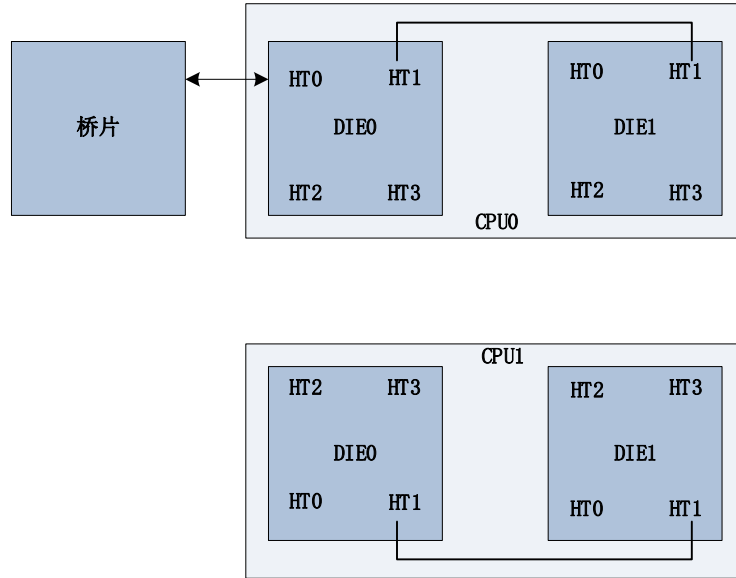

图 1.3 双处理器系统
- (2) 双路服务器, 龙芯 3D5000 双处理器系统。使用固定的 HT 接口用于 IO 桥片连接; 使用其它 HT 接口用于多处理器间互连。一种常见的连接方式如图 1.3 所示。